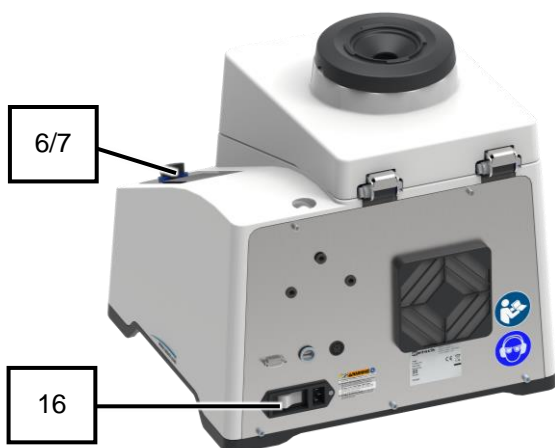

図 10: 電源を入れる
2. 本機の背面にある電源スイッチ (16) をオンにし、本機の電源を入れます(図 10)。